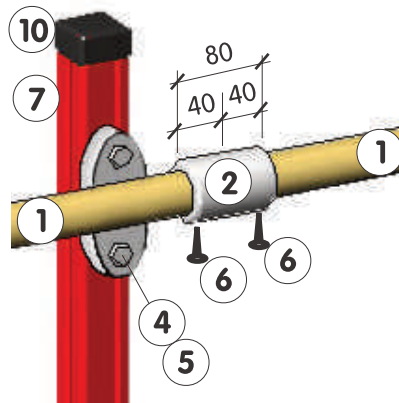

Figure 3 - Intermédiaire - Détail B
- 3/ Engager une deuxième potence (2) à l'autre extrémité de la barre bois (1) déjà en place : l'enfiler de 40mm environ, c'est-à-dire jusqu'au milieu de la partie cylindrique (voir Fig. 3).
- 4/ Monter la deuxième potence (2) sur le même principe qu'en 1/ sans bloquer les fixations (4) + (5).
- 5/ Prémonter une deuxième barre bois (1) sur la potence (2) suivante : l'enfiler de 40mm environ.
- 6/ Présenter, puis enfiler l'ensemble (1)+(2) à travers la potence (2) précédente. Aligner les supports (7) au fur et à mesure.
- 7/ Renouveler les opérations 5/ et 6/, jusqu'à poser la dernière potence (2) : l'enfiler sur la dernière barre bois (1) (en faisant dépasser l'extrémité de 60mm), avant de la fixer sur le dernier support (7).
- 8/ Vérifier l'alignement des barres bois (1), puis serrer les fixations au sol (9) avec un couple de serrage de 23 Nm.
- 9/ Ajuster la hauteur des barres à danser (1) suivant les besoins de l'utilisation; puis bloquer toutes les fixations (4) + (5).
- 10/ Les barres bois (1) sont très légèrement galbées. Afin d'aligner l'ensemble par rapport au mur (se placer dans le prolongement), tourner chaque barre (1) jusqu'à ce que la partie bombée soit orientée vers le bas (ou vers le haut).
- 11/ Fixer ensuite les barres bois (1) sur les potences (2) par dessous : 1 aux extrémités, et 2 en intermédiaire (7), à l'aide des vis autoforeuses (6) (voir Fig. 3 et 4).